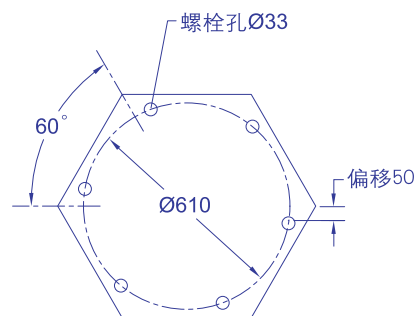
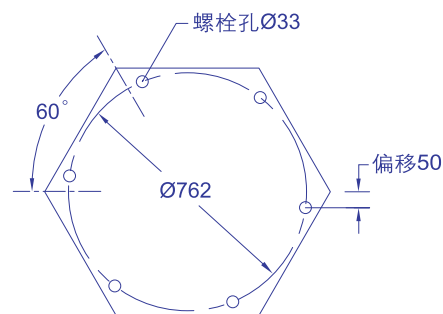
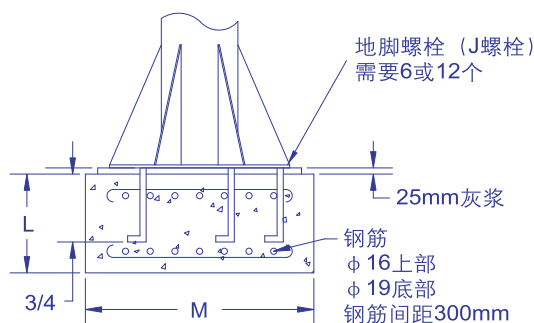
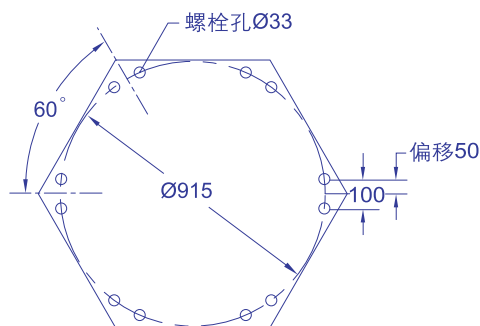

图3C. 6螺栓型底座
图3D. 6螺栓型底座
图3F. 安装六边形底座的地基
图3E. 12螺栓型底座
- 在 图3C, 图3D 或 图3E 中所规定的直径。
- 地脚螺栓埋入地下深度至少为3/4地基厚度 (L)。
B) 按 图3F 中所示的建议浇注钢筋混凝土地基。
关于 图3F 中地基的深度 (L) 和地基的宽度 (M)，